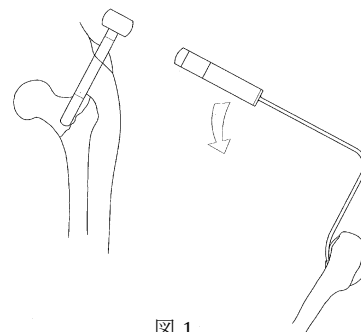

図 1
- 1) 前方突に転位した近位骨片の内側へ大腿骨整復器（L）の先端部を設置し、後方へ押さえ込むことにより、骨折部の整復を行います。（図 1）